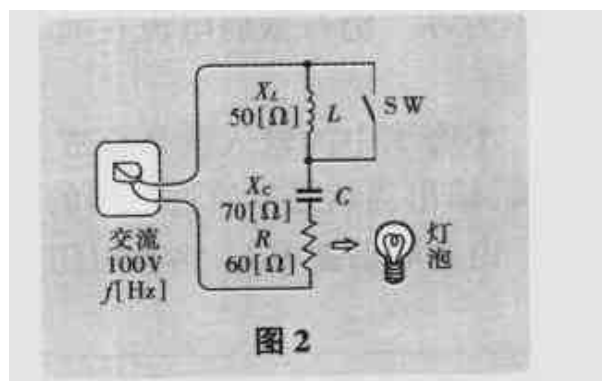

图 2
3. 如图 2 所示, 若  $RLC$  电路连接 100V 交流电压, 灯泡点亮, 但与  $L$  并联的开关一接通, 电灯就变暗, 这是为什么?